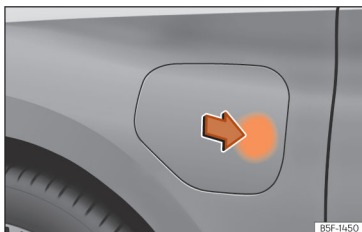

Рис. 60 Відкриття лючка гнізда зарядки.
• Якщо автомобіль відімкнений, натискання на показану ділянку лючка призводить до його відкриття »» **рис. 60**.